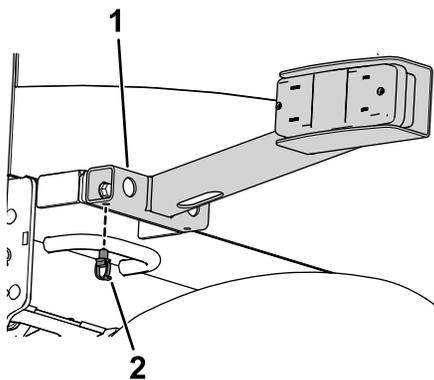

**Figura 16**
5. Encaminhe a cablagem para o lado esquerdo da máquina, como se mostra na Figura 16.
6. Ligue a patilha de ligação à terra do motor da cablagem ao bloco de ligação à terra (**Figura 16**).
7. Ligue a cablagem às luzes traseiras direita e esquerda (**Figura 16**).
9. Utilize a cablagem do adaptador comprido para ligar a cablagem às luzes da placa de matrícula. (**Figura 16** e a **Figura 18**).
10. Continue a encaminhar a cablagem ao longo da calha da estrutura direita (**Figura 16**).
11. Ligue o terminal de anel ao arrancador (**Figura 16**).
12. Ligue a cablagem ao sinal luminoso (**Figura 16**).
13. Ligue a cablagem ao interruptor neutro (**Figura 16**).